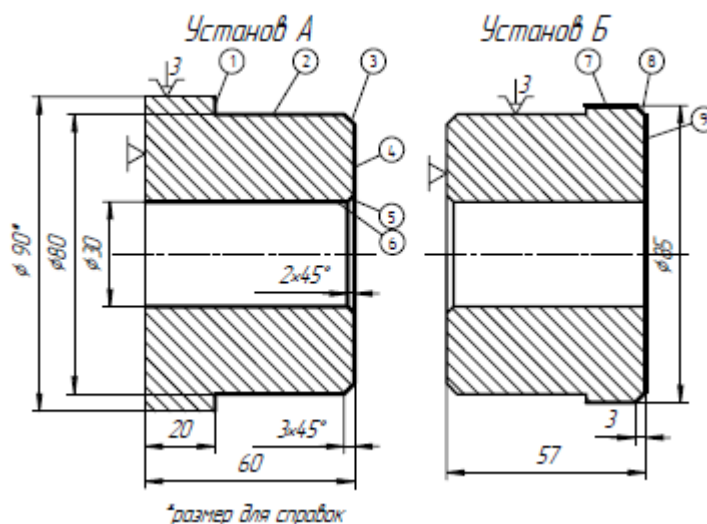

Рисунок. 1. Операционные эскизы
**Пример 1.** Деталь (штулку) изготавливают в условиях серийного производства и из горячекатаного проката, разрезанного на штучные заготовки. Все поверхности обрабатываются однократно. Токарная операция выполняется согласно двум операционным эскизам по установкам (рис.1).